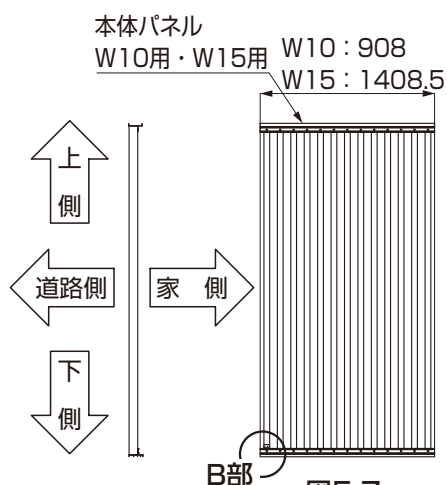

図5-7
- 家側から見て左下にブランドラベルが来るように組付けます。なお、W20左用にはブランドラベルはありません。（図5-7、5-8、5-9参照）